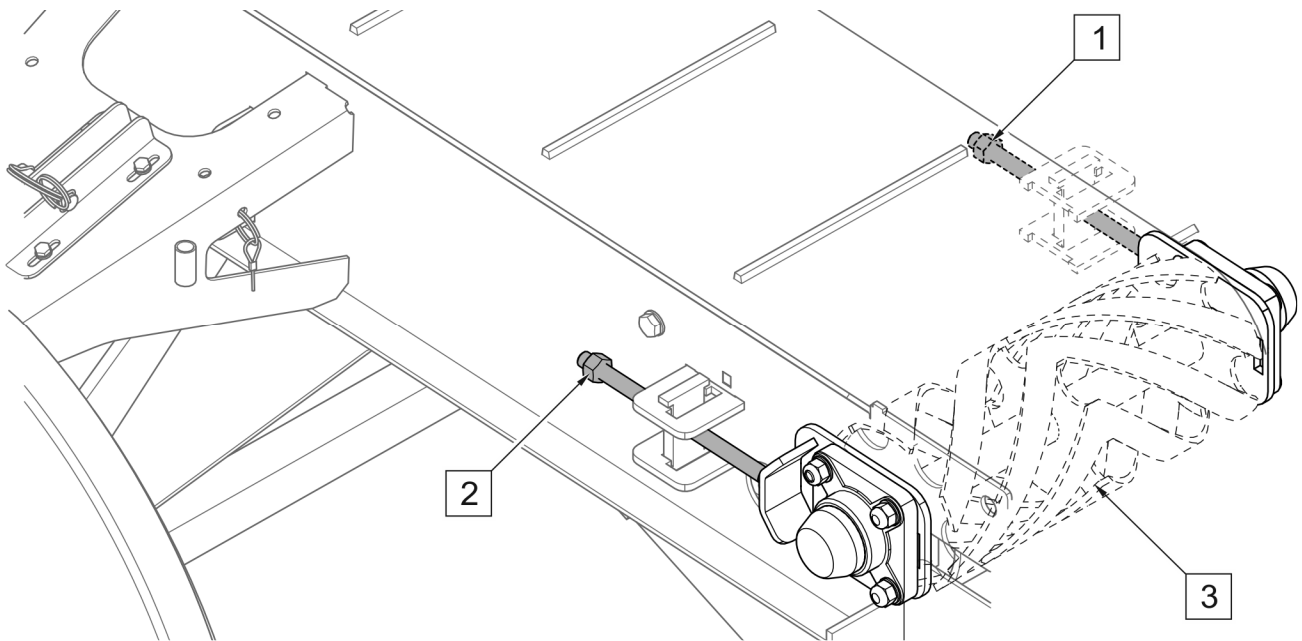

РИСУНОК 5.5 Регулювання натяжного ролика
Огляд і регулювання конвеєрної стрічки можна проводити в стані стоянки, але для цього потрібно підняти і повернути праве колесо розкидача. Перед тим, як підняти ведуче колесо, підкладіть під ліве колесо упори, щоб воно не котилося. Використовуйте важіль зчеплення, щоб увімкнути привід конвеєрної стрічки. Стрічка натягується болтами (1) і (2), розташованими на передній стінці рами (РИСУНОК 5.5). Обертати обидва гвинти (1) і (2) за годинниковою стрілкою з максимальним зусиллям 15 Нм. Щоб запобігти зсуву стрічки до одного з країв ролика, повернути обидва гвинти однаково.